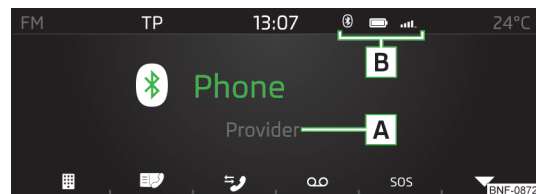

Fig. 111
- » Tryk på funktionsknappen » Fig. 111 på side 83 i hovedmenuen *Phone*.
- » Tryk på funktionsknappen » Fig. 111 på side 83 i hovedmenuen *Phone* for at få listen vist.
- Tryk på funktionsknappen **▼** » Fig. 111 på side 83 i hovedmenuen *Phone*.
- Tryk på funktionsknappen **☎** » Fig. 111 på side 83 i hovedmenuen *Phone* for at få listen vist.